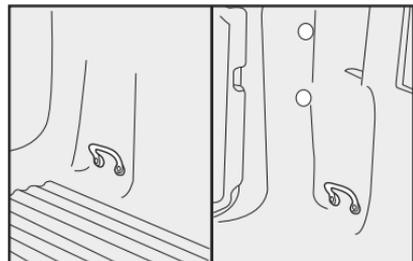

fig. 112
**Frenazos violentos, golpes o choques pueden mover la carga y resultar peligroso para el conductor y el pasajero: antes de partir, fije bien la carga con los ganchos específicos que se ilustran en la fig. 112; para engancharla utilice cables de metal, sogas o correas de un espesor adecuado al peso de la carga que debe fijar.**